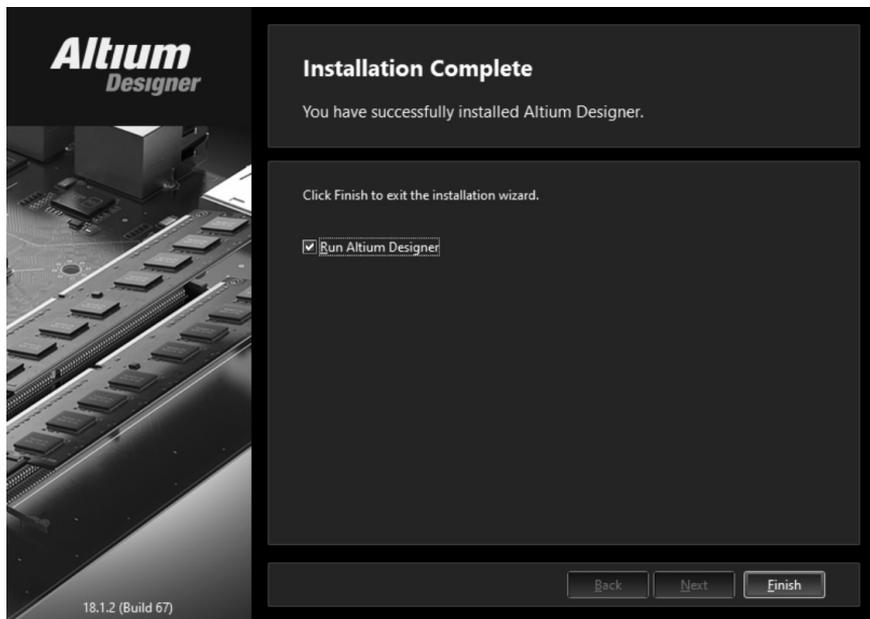

图 1-23 结束对话框
(7) 安装完成后，弹出结束对话框，如图 1-23 所示。单击 Finish 按钮，完成 AD18 软件的安装。